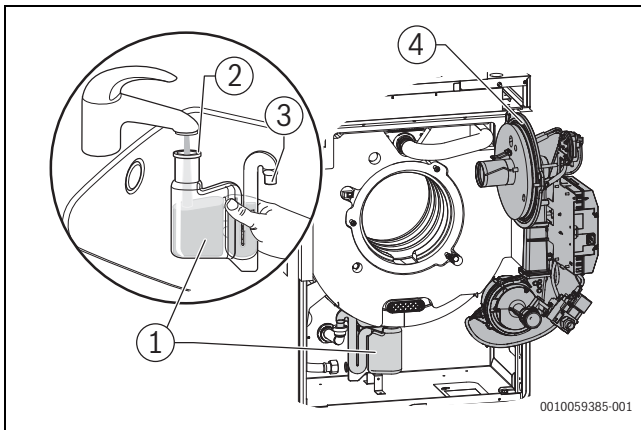

Bild 69 Siphon reinigen
- ▶ Vor Brennermontage den richtigen Sitz des O-Rings (→ Bild 69, Seite 41) überprüfen und ggf. korrigieren.